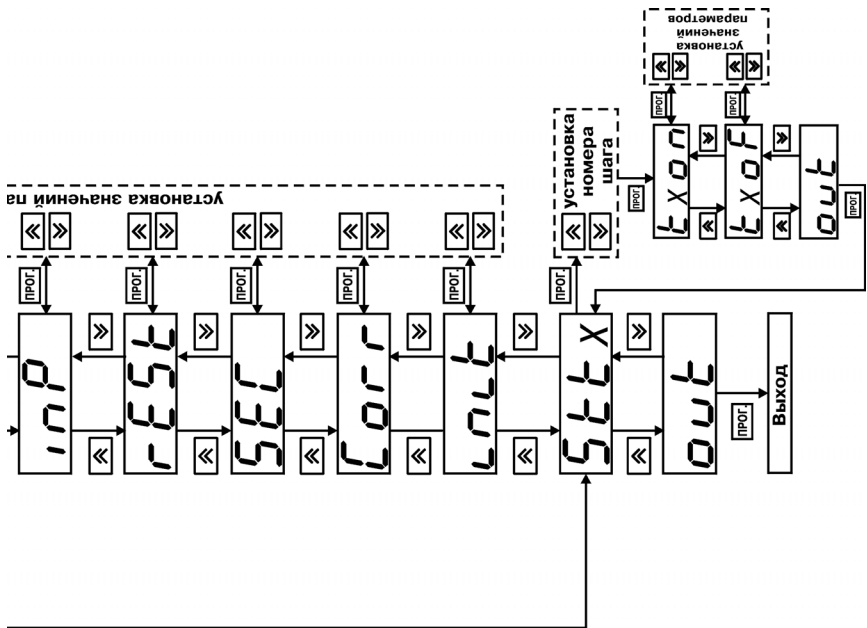

Рис. 26
6.1.1.1. Полный перечень и описание параметров приведены в прил. В, а порядок программирования показан на рис. 26.